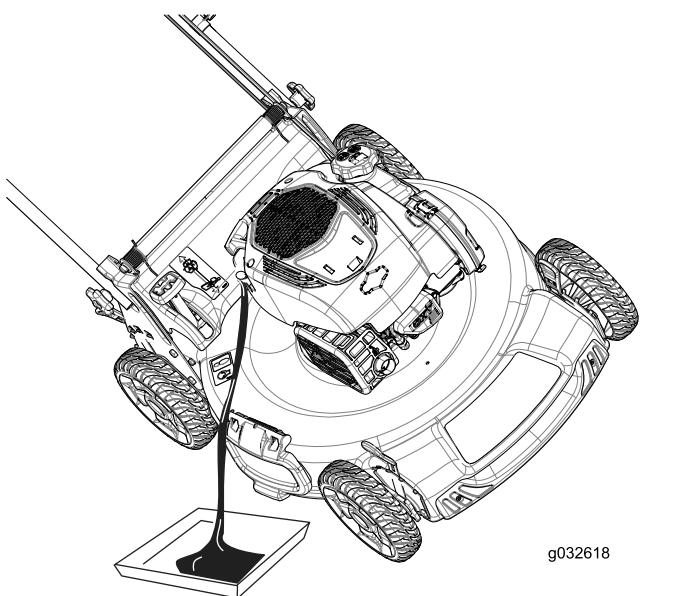

Figura 34
4. Inclinate la macchina sul fianco (di modo che il filtro dell'aria si trovi in alto) per scaricare l'olio usato attraverso il tubo di riempimento (Figura 34).